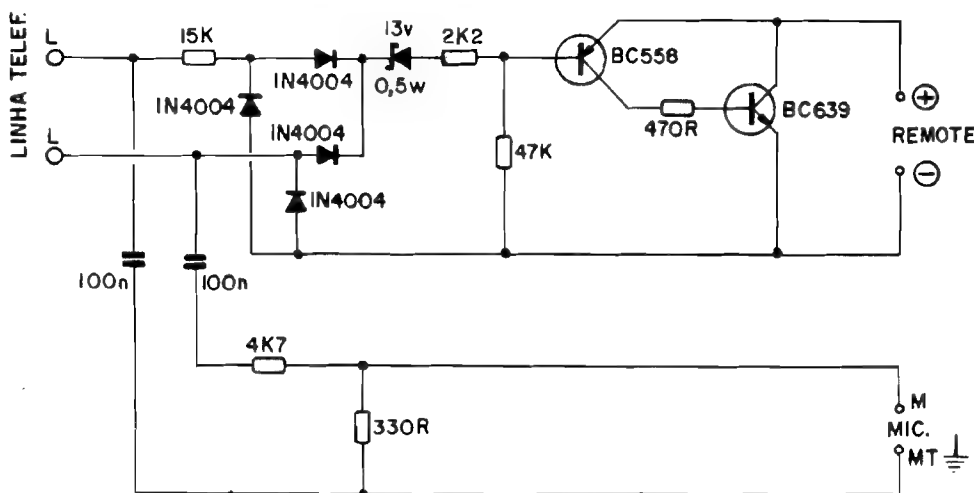

Fig. 1
- **FIG. 1** - O CIRCUITO - A parte ativa do circuito é baseada numa simples "chave" eletrônica, composta pelos transistores BC558 (PNP) e BC639 (NPN), em acoplamento direto (uma espécie de "Darlington" complementar...), que proporciona elevadíssimo ganho em CC, e confiável ação interruptora, quando corretamente polarizados... Observem que as linhas de **emissor** (negativo) e **coletor** (positivo) do BC639 encontram-se "abertas", simplesmente classificadas com suas respectivas polaridades e com a classificação de "Remote"... É justamente através desses contatos que o circuito do REGRAT tanto recebe sua alimentação, quanto exerce sua função chaveadora! O segundo bloco (em importância) é formado pelo sistema de acoplamento à linha telefônica e de sensoramento de Tensão. Nele, inicialmente, temos um resistor de